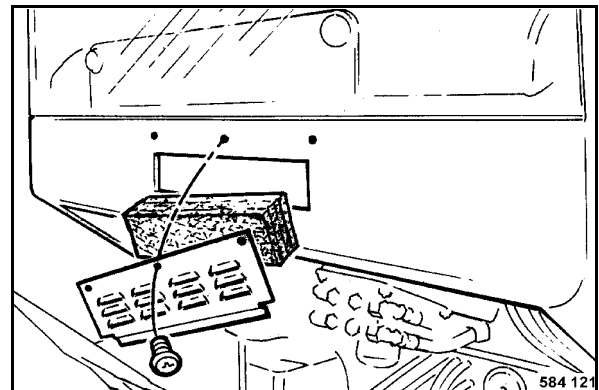

fig. 193
- Dévisser les vis de fixation de la grillage d'aération (fig. 193) puis retirer le filtre.